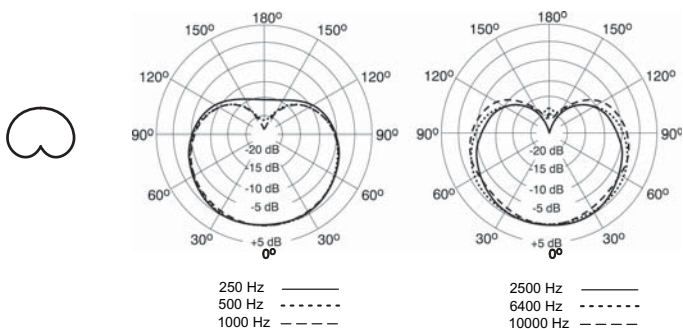

FIGURE 4. COURBES DE DIRECTIVITÉ TYPIQUES
**Cardioïde.** Lorsque cette courbe de directivité est choisie, le microphone capte les sons directement devant lui et est le moins sensible à ceux émis derrière. Cette configuration est la plus fréquemment utilisée pour les enregistrements en studio et en direct. Voir figure 4.
**Omnidirectionnelle.** Capte les sons provenant de toutes les directions. Cette configuration est la meilleure pour la prise de son d'ambiance et pour enregistrer plusieurs sources sonores simultanément, comme un ensemble musical ou un groupe de chanteurs. La courbe de directivité omnidirectionnelle ne souffre pas de l'effet de proximité. Voir figure 4.
Courbe de directivité directionnelle	Cardioïde/omnidirectionnelle (voir figures 4 et 6)